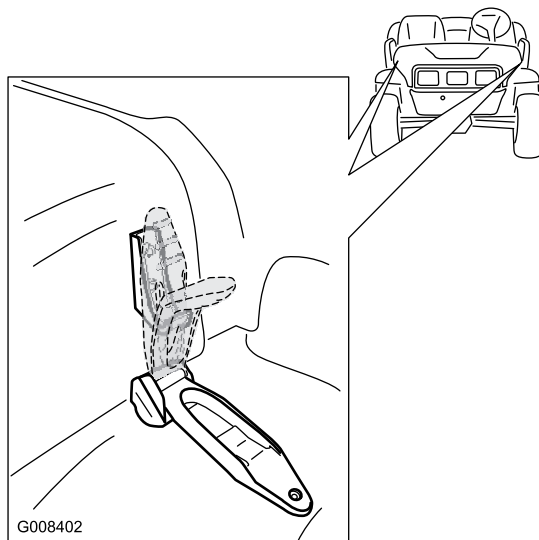

Figura 27
1. Tire hacia arriba de los cierres de goma de cada lado del capó (Figura 27).
2. Sujete el capó alineando los cierres de goma con los anclajes situados en cada lado del capó (Figura 27).